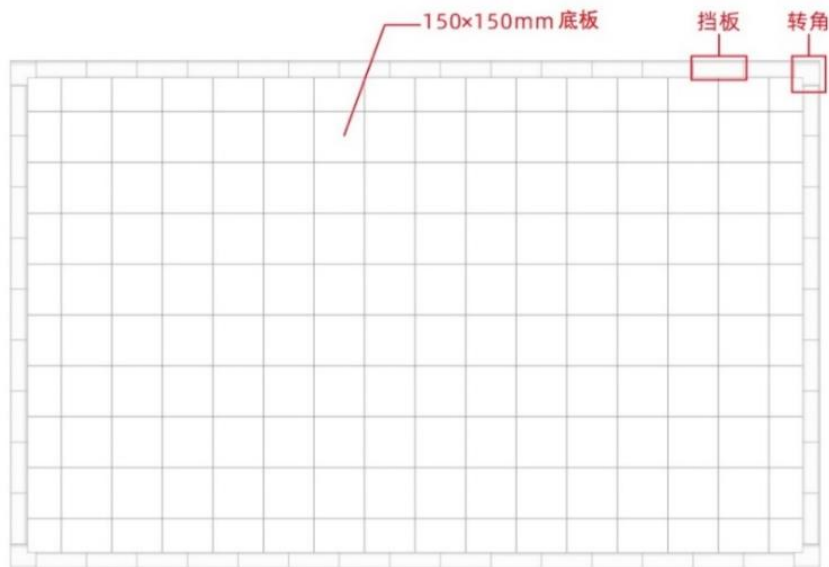

图 3 拼接式赛台
2.1.2 为提高参赛选手的应变能力，正式比赛场地会有随机性变化。赛台外边长 $2400\text{mm}\sim 3000\text{mm}$ 、宽 $1500\text{mm}\sim 2100\text{mm}$ ，以赛前公布的尺寸为准。图 3 是一个 $2400\text{mm}\times 1500\text{mm}$ 拼接赛台的实例。